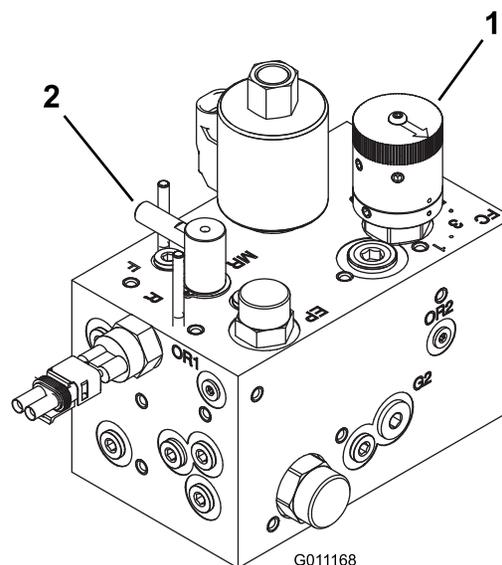

Figura 75
3. Ruotate il controllo lappatura nella posizione di lappatura (R). Girate il comando di velocità dei cilindri in posizione 1. Vedere Figura 75.